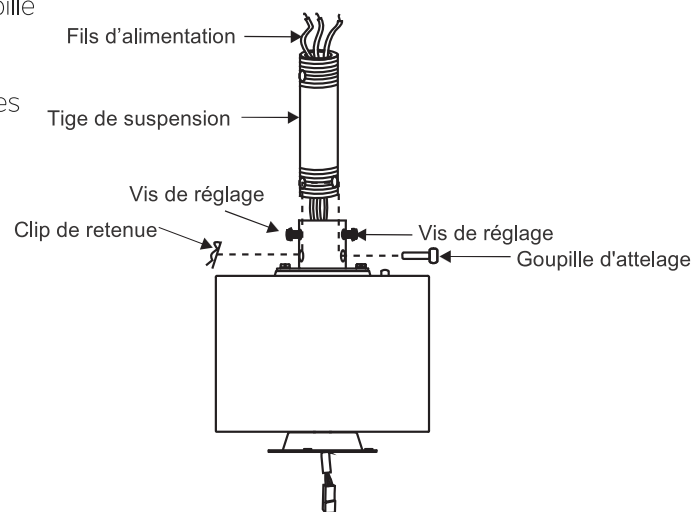

Fig. 8
**Étape 6.** Desserrez les deux vis de réglage et retirez la goupille d'attelage et le clip de retenue de l'accouplement sur le dessus de l'ensemble moteur (**Fig. 8**).
Remplacez ensuite la goupille d'attelage et le clip de retenue. Serrez les deux vis de réglage (**Fig. 8**).